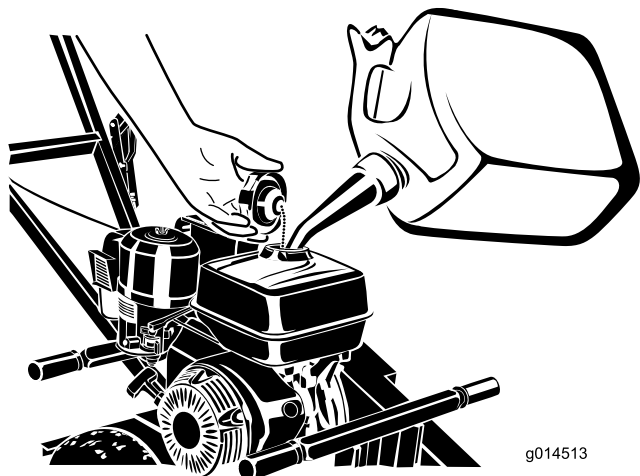

Figure 6
3. Nettoyez la surface autour du bouchon du réservoir et enlevez le bouchon (Figure 6).